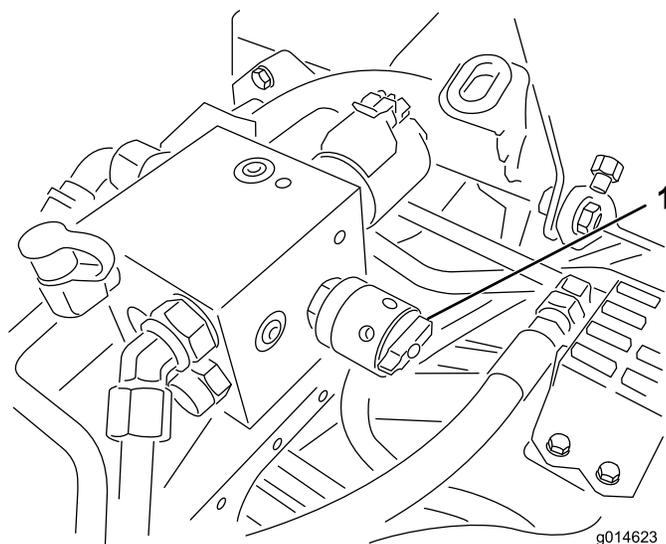

Figura 54
**Importante:** Gli elementi di taglio non si sollevano e non funzionano correttamente, se al termine della lappatura la relativa leva non viene riportata in posizione di marcia avanti (F).
6. Girate il comando di velocità dei cilindri in posizione 1 Figura 54.